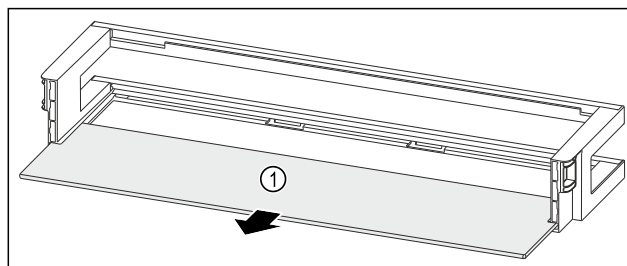

Fig. 162 Лотки на дверцятах з полицею
- ▶ Дістаньте полицю Fig. 162 (1).